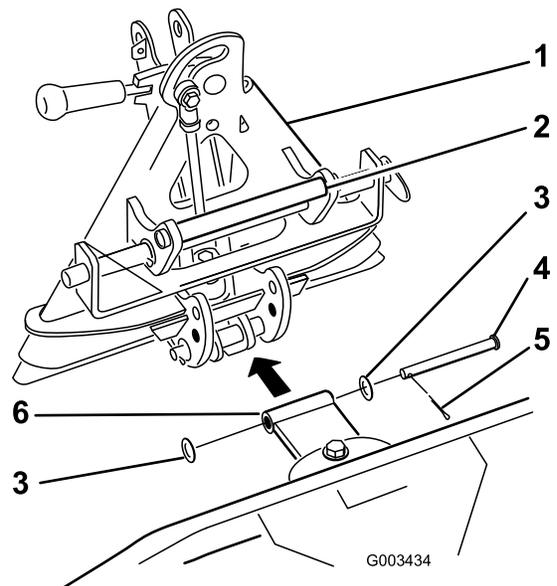

Figura 14
3. Collegate la staffa orientabile dritta all'adattatore, come illustrato nella Figura 14, utilizzando un perno con testa (1/2 x 4-1/2 poll.), due rondelle (0,531 x 1,063), e una coppiglia.
Sollevate e spostate sempre l'accessorio per mezzo della maniglia prevista sul retro dell'adattatore per accessori (Figura 14).